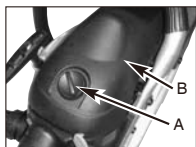

Fig. 18A
2. Ta bort locket (A) som håller luftfiltrets kåpa på plats, ta bort den övre kåpan (B) genom att lossa fästskruvorna. Kåpan går att lyfta av. (Fig. 18A)